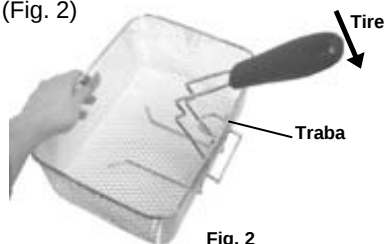

Fig. 2
2. Sosteniendo bien la canasta freidora con una mano, tire del mango hacia usted de modo que la parte metálica del mango se trabe en el borde redondeado de la canasta freidora. (Fig. 2)